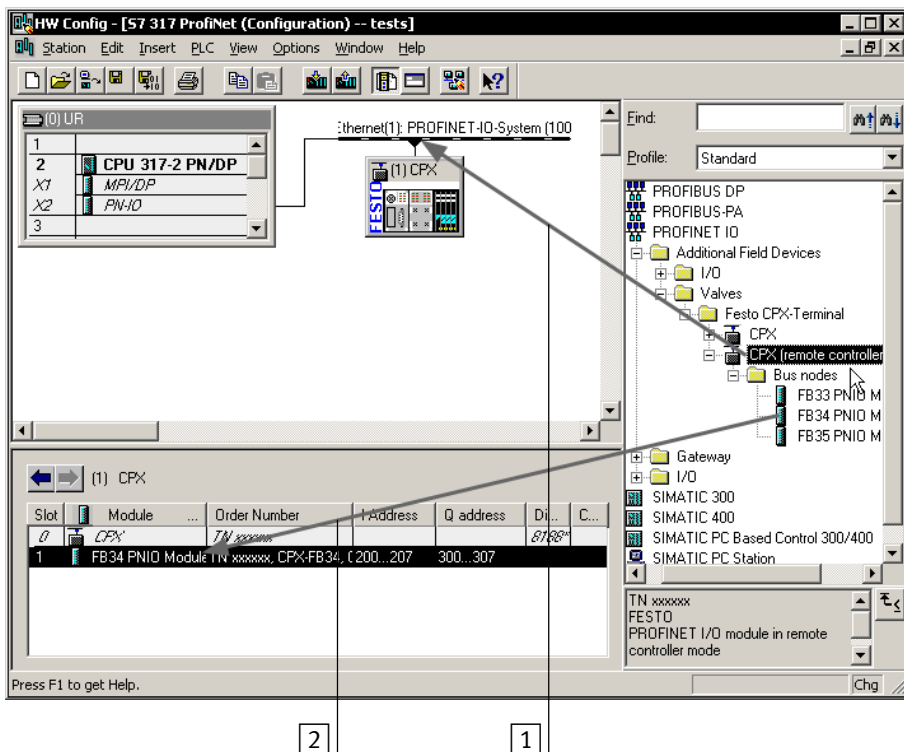

Bild 2/9: Konfiguration av bussnod i driftsättet Remote Controller med Siemens STEP 7 – HW Config
6. Genomför ett val av bussnod (stationsval) med stationstypen **CPX remote controller** (se avsnitt 2.1.4 och  i Bild 2/9).